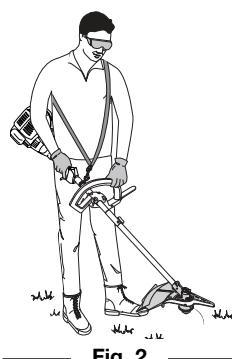

Fig. 2
5. Tout en tenant la machine en position de fonctionnement (Fig. 2), mettez la poignée en « D » dans la position qui vous donne le plus de prise.